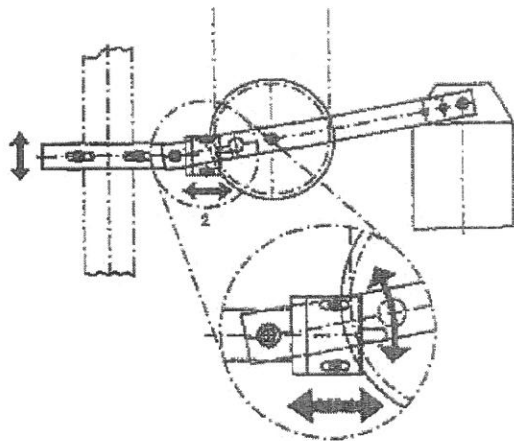

Fig. 1 Ogranicznik prędkości – regulacja kontaktu elektrycznego.
- przesunąć zacisk mocujący obciążki z masą, tak aby kontakt nie został uruchomiony (fig. 1, pos. 1).
- Wyregulować poziome położenie kontaktu (fig. 1, pos. 2);